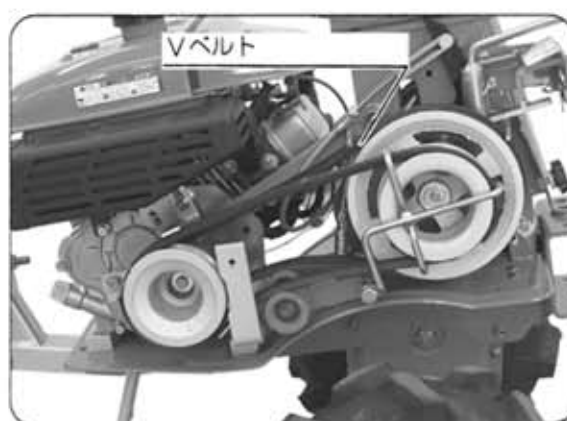

図1
- ① 走行用のVベルトの摩耗や損傷ならびにゆるみがあれば、調節や交換をしてください。(図1)